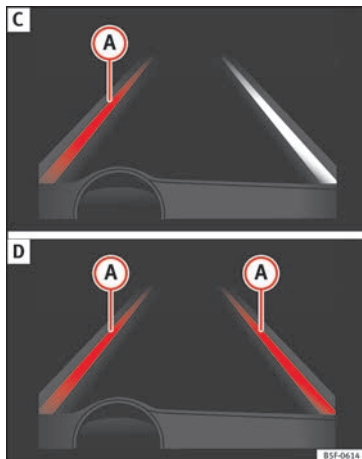

Fig. 190 Sur l'écran du combiné d'instruments : indication sur l'écran de l'assistant de maintien de voie (exemple 2).
- Le système est en cours d'utilisation, la ligne en surbrillance (A) indique qu'il y avait un risque de dépasser la ligne de la voie involontairement et qu'il agit sur la direction pour corriger la trajectoire »» fig. 190 C.
- Les deux lignes en surbrillance (A) s'allument en même temps quand nous reconnaissons les deux lignes de la voie et que nous avons activé la fonction de guidage au centre de la voie »» fig. 190 D.